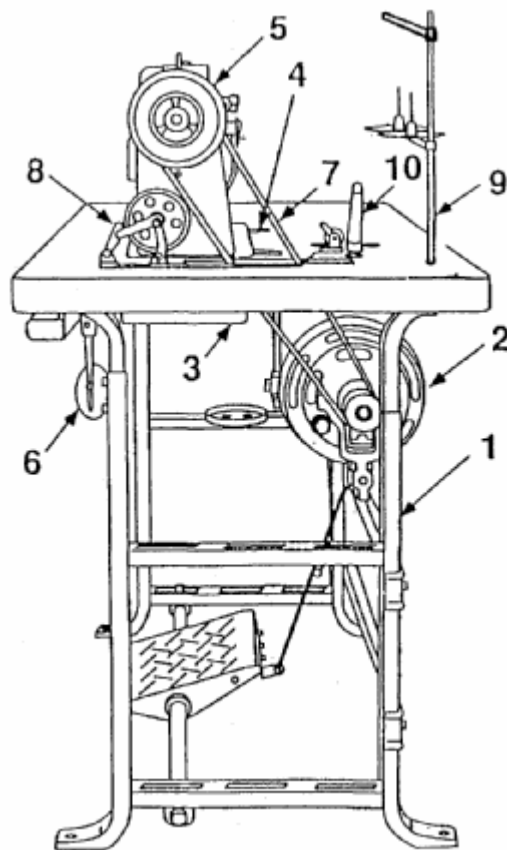

Рис. 1
УСТАНОВКА МАШИНЫ (Рис. 1)
1. До упора наденьте шпульку на шпиндель устройства намотки шпульки (3).
2. Проведите нить от стойки с катушкой вниз через глазок (1) в натяжительном кронштейне и вокруг задней стороны натяжительных дисков (2).
4. Сдвиньте рычаг (4) в другую сторону, так чтобы шкив и приводной ремень (7, на Рис. 1) вошли в сцепление, и пустите машину.